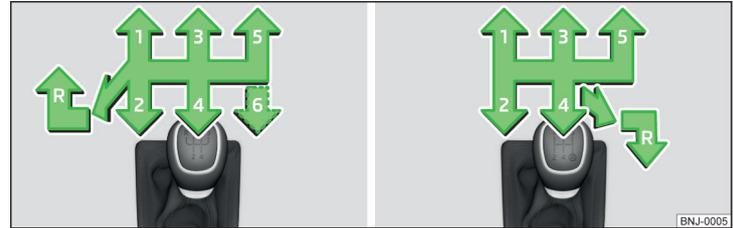

Fig. 126 Grille : Variante 1 (boîte de vitesses 5 ou 6 rapports) / Variante 2 (boîte de vitesses 5 rapports avec moteur MPI 1,0 l)
Le schéma des rapports illustre chaque rapport sur le levier de vitesse » fig. 126.
- Placez le levier entièrement à gauche, puis tout droit en position **R** » fig. 126.